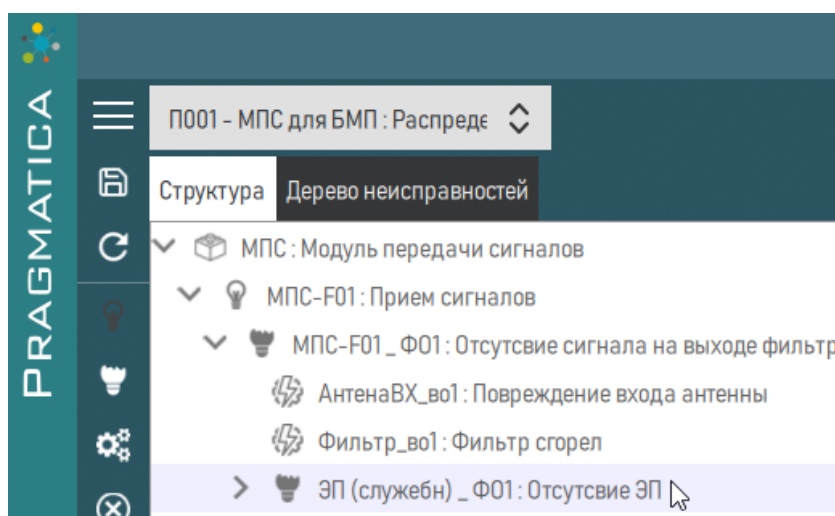

Рисунок 284 – Переключение рабочего окна в графический режим
1) В рабочем окне «Виды отказов» на вкладке «Структура» выбрать проект, затем функцию или отказ и перейти на вкладку «Дерево неисправностей» (рисунок 284).
1) В рабочем окне «Виды отказов» перейти на вкладку «Дерево неисправностей» (см. рисунок 284).